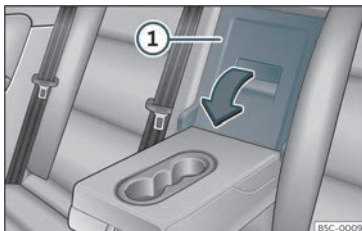

Fig. 129 Al respall del seient posterior: obertura de la trapa.
- Estireu la palanca de desbloqueig en el sentit de la fletxa i tant si abat completament la tapa de la trapa»» **fig. 129** ① cap a davant.